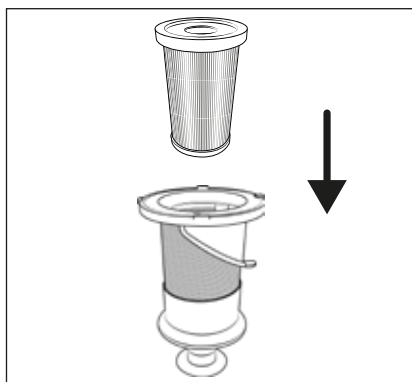

Fig. 22
- 7) Sæt HEPA-filteret **4** ind i filteret af rustfrit stål **5** (se fig. 22).